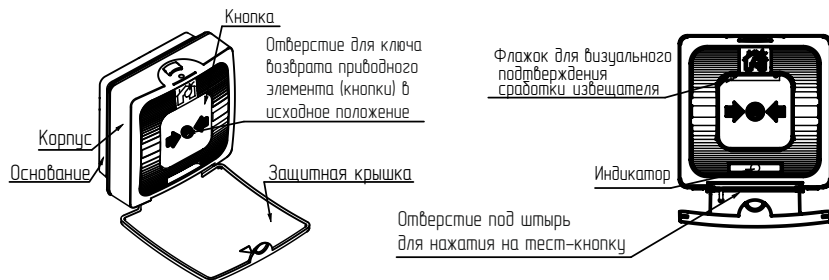

Рисунок 1
2.1 Извещатель передает тревожный сигнал «Пожар» по АЛС в ПКП и КАУ при нажатии на приводной элемент (кнопку) с усилием свыше 25 Н. При этом появляется флажок желтого цвета (см.рисунок 1), что обеспечивает визуальное подтверждение о сработке извещателя. После снятия усилия кнопка извещателя остается в нажатом состоянии. Для возврата кнопки в исходное положение применяется ключ, входящий в комплект поставки.
7.1 Нажать с помощью штыря В 0,8 мм (например, с помощью разогнутой канцелярской скрепки) на тест-кнопку (рисунок 1). Контролировать: